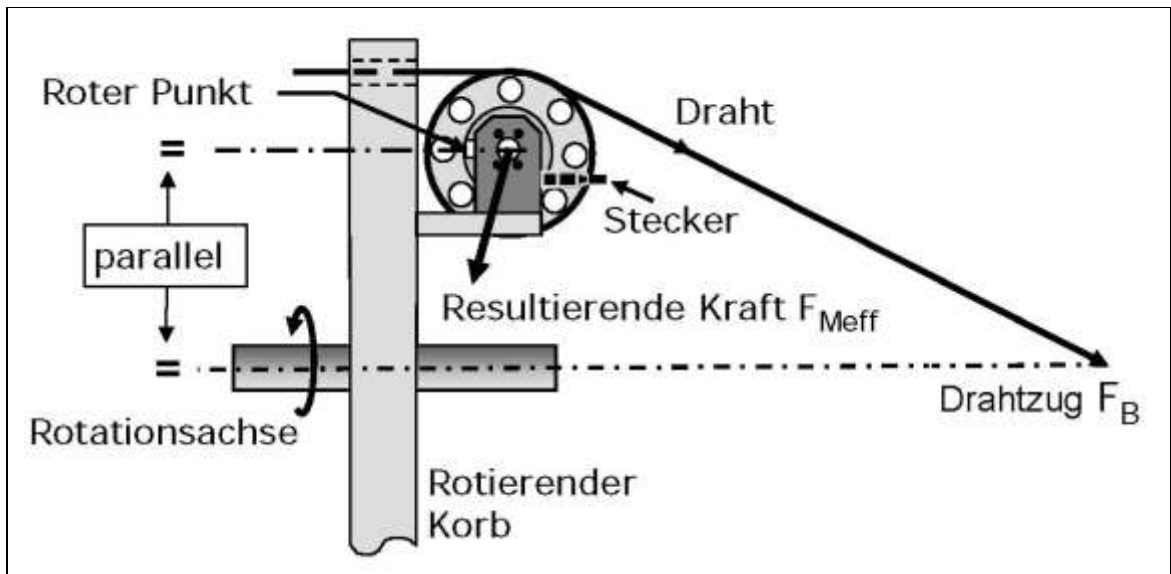

Bild 3: Ausrichten des roten Punktes in rotierenden Anwendungen
- ⚠ Es ist von entscheidender Bedeutung die Zentrifugalkräfte, die durch die Rotation der Verseilmaschine entstehen, zu kompensieren. Nichtkompensierte Kraftmessrollen führen zu Fehlmessungen (Bild 3)**
In rotierenden Anwendungen werden die Kraftmessrollen so installiert, dass eine Kompensation der Zentrifugalkräfte stattfindet. Bei den RMGZ-Rollen von FMS wird das dadurch erreicht, dass man den roten Punkt der Kraftmessrolle parallel zur Drehachse der Verseilmaschine und in Richtung der positiven Kraftkomponente dreht (siehe Bild 3).
Es ist von entscheidender Bedeutung die Zentrifugalkräfte, die durch die Rotation der Versellmaschine entstehen, zu kompensieren. Nichtkompensierte Kraftmessrollen führen zu Fehlmessungen (Bild 3).